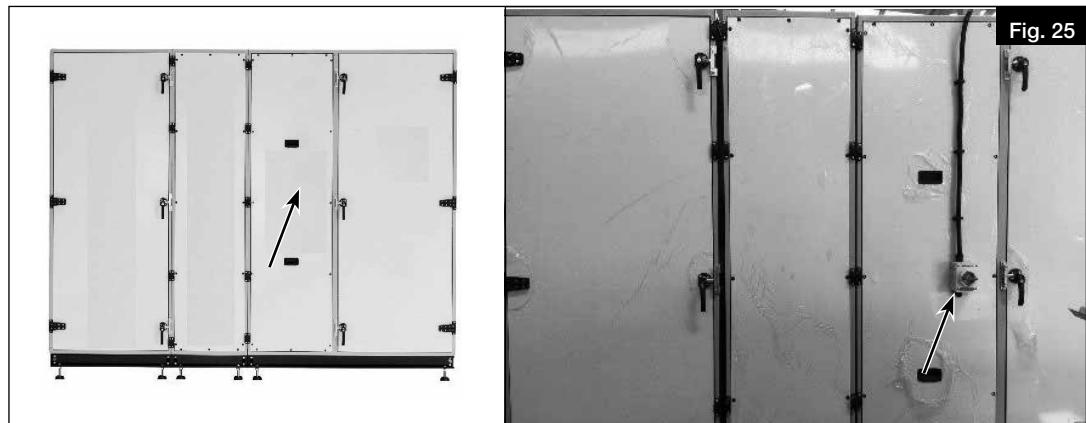

Fig. 25
2. Fixer l'interrupteur de proximité à l'aide d'une vis M4x10 sur le panneau approprié pour l'accès à l'appareil (voir Fig. 25).